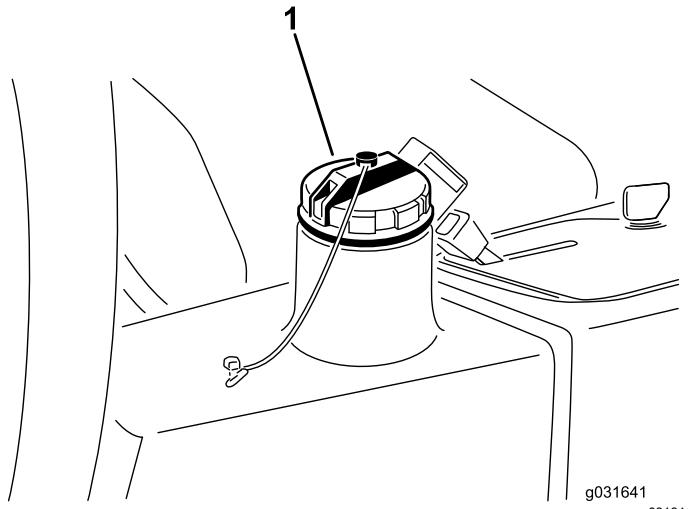

Рисунок 63
- Очистите зону вокруг заливной горловины и крышки гидравлического бака (Рисунок 63).
- Снимите крышку гидравлического бака (Рисунок 63).